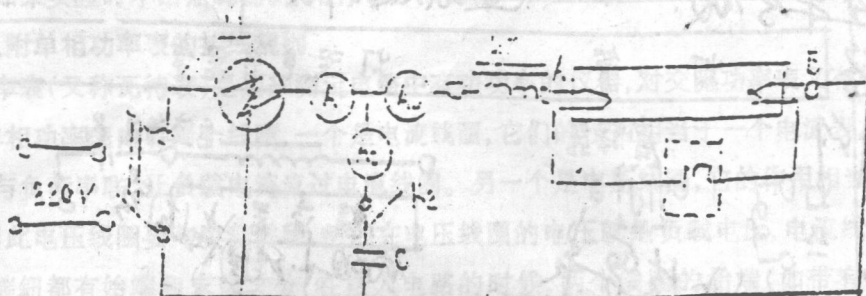

图 2-4
日光灯电路由灯管、镇流器、启辉器组成, 见图 2-4 所示。
1. 将实验线路板(注意面板上面有灯丝、镇流器、启辉器、电感、电容等符号处，可视为实物对待)，按图2-4所示进行连接(K_2 先断开)，经教师检查无误后，方可通电实验，接通电源后观察日光灯是否点燃，如不能，找出故障并排除，使其点燃。
(3)由于只配了壹只电流表，在并入电容后，按图2-4所连电路中串在灯管中电流，可不测，此情况下 I_R 可用未并电容前所测电流的数值。